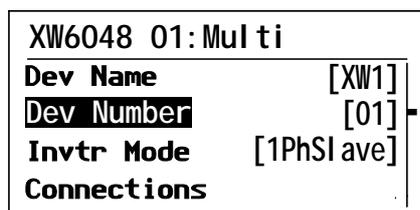

Figure 3-6 Réglage d'un Device Number (Numéro de l'appareil)
2. Dans le menu Multi-Unit Config (Configuration pour plusieurs appareils), sélectionnez Dev Number (Numéro de l'appareil). Voir la Figure 3-6.